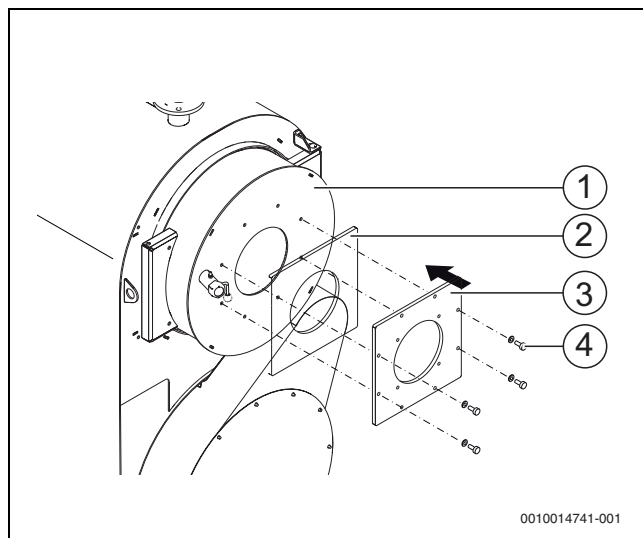

Fig. 16 Montarea plăcii arzătorului
- ▶ Fixați placa arzătorului (→ fig. 16, [3], pagina 21) cu garnitura de etanșare [2] pe ușa camerei de ardere [1] folosind șuruburi cu cap hexagonal și șaibe suport [4].